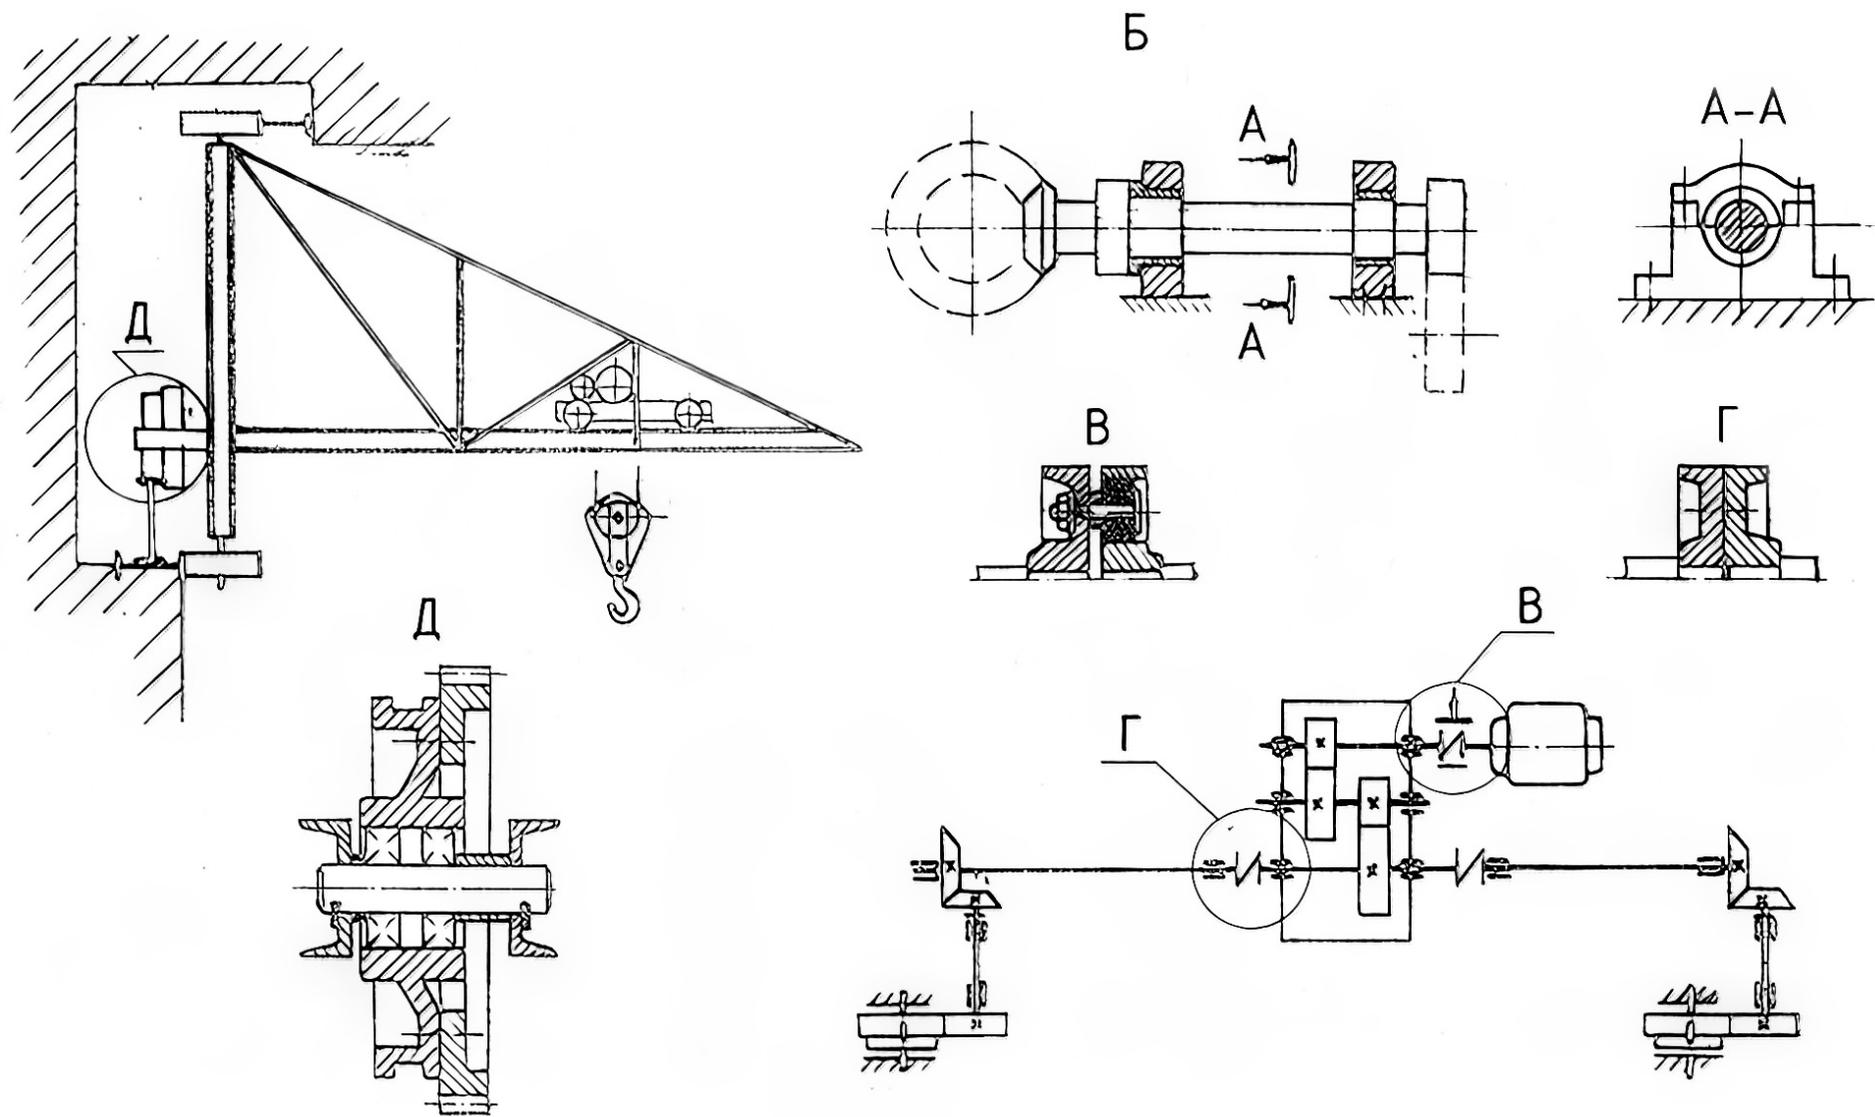

Рисунок 5 – Консольный передвижной кран с переменным вылетом
38. Проверить механизм передвижения крана на отсутствие буксования при пуске и юза при торможении (рис. 5). Задача выполняется в общем виде без числовых значений.
39. Проверить подшипники промежуточного вала (с цилиндрическим и коническим зубчатыми колесами) (рис. 5, узел Б). Задача выполняется в общем виде без числовых значений.
40. Подобрать для трансмиссионного вала механизма передвижения крана фланцевую муфту и проверить на прочность ее элементы (рис. 5, узел Г). Вращающий момент на валу  $T_B = 1000$  Нм. Недостающими данными задаться.
41. Составить кинематическую схему механизма подъема груза и, зная вес груза  $G = 20$  кН, скорость подъема груза  $v_{гр} = 10$  м/мин, кратность полиспаста  $k_{п} = 2$ , режим работы ПВ = 25 %, найти расчетное значение времени пуска  $t_n$ , определить натяжение каната, подобрать его и проверить запас прочности в период разгона двигателя (рис. 5). Недостающими данными задаться.
42. При известном тяговом усилии крана  $W_c$  проверить прочность промежуточного вала механизма передвижения крана (вал с цилиндрическим и коническим зубчатыми колесами) (рис. 5, узел Б). Задача выполняется в общем виде без числовых значений.
43. При известном тяговом усилии крана  $W_c$  и диаметре ходовых колес рассчитать болты крепления корпуса правого подшипника промежуточного вала (рис. 5, А-А). Задача выполняется в общем виде без числовых значений.
44. Определить статическую мощность двигателя механизма передвижения крана (рис. 5). Задача выполняется в общем виде без числовых значений.
45. Рассчитать болты крепления зубчатого венца к ходовому колесу при условии установки их с зазором и без зазора (рис. 5, узел Д). Вращающий момент  $T = 500$  Нм, диаметр расположения болтов  $D_0 = 250$  мм, число болтов  $z = 4$ . Недостающими данными задаться.
46. Рассчитать оси ходовых колес крана и подобрать к ним подшипники качения (рис. 5, узел Д). Нагрузка  $R = 4000$  Н. Скорость передвижения  $v_{п} = 30$  м/мин, диаметр колеса  $D_{хк} = 250$  мм. Материал оси – сталь 45. Расстоянием между опорами задаться.